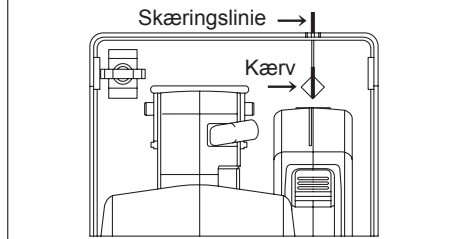

Fig.5
1. Ret midten af skærelpladen ind med din skærelinje. [Fig.5]